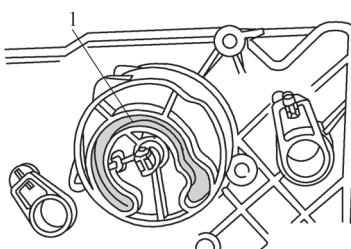

图 5-33 安装凸轮
- 1) 如图 5-33 所示, 将凸轮 1 插在进气口外壳上。插入凸轮时, 外部循环空气翻板调节杆的导向销应位于凸轮的凹槽中。